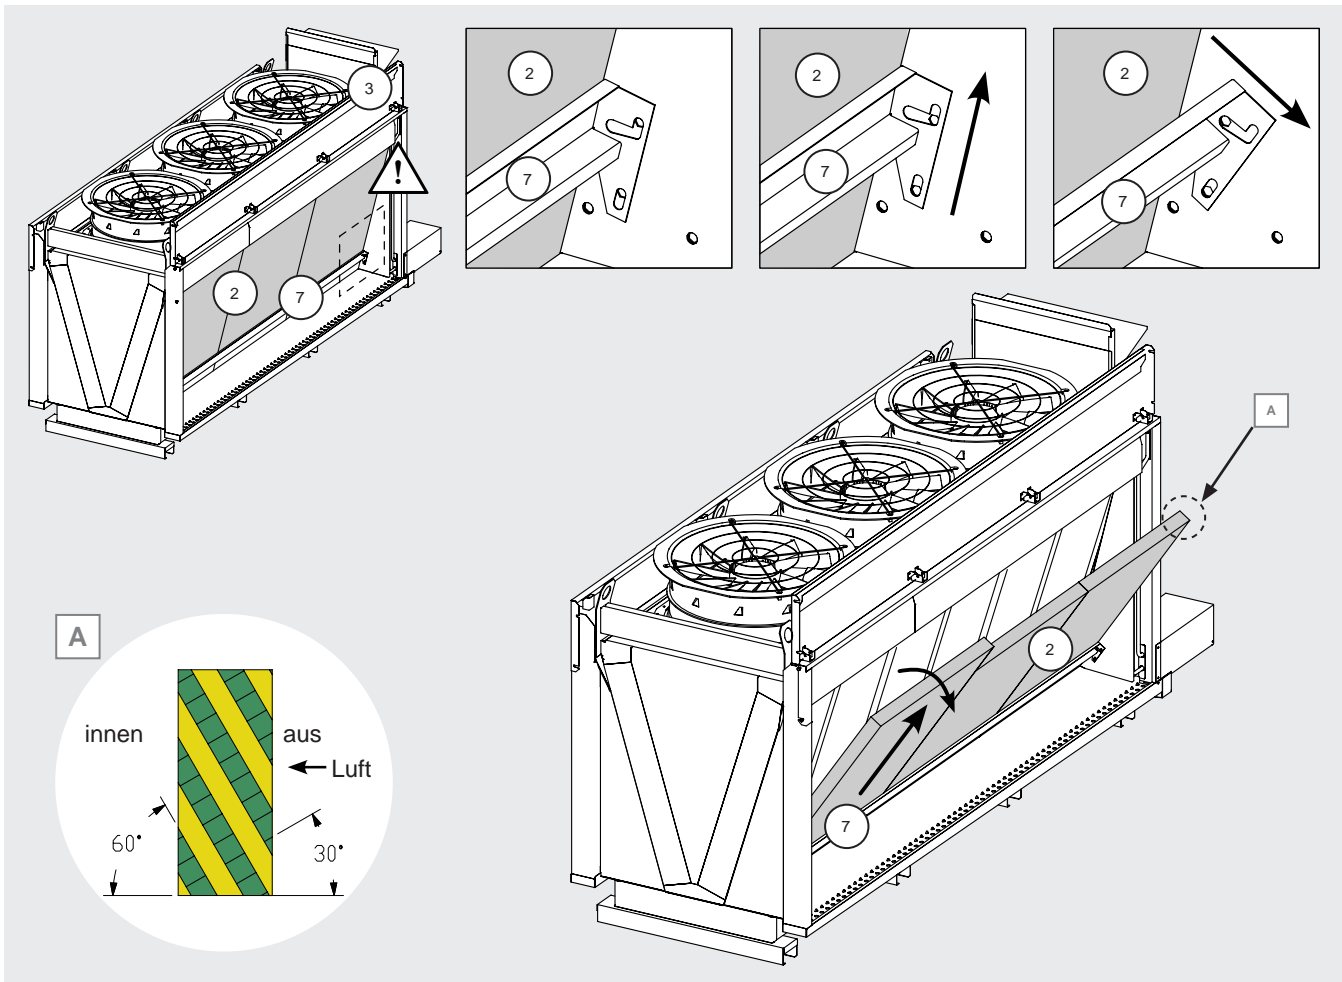

Abbildung 25
- 12.11.23 Ziehen Sie die Querstange (7) nach oben und dann nach außen, so dass sie sich dreht. Achtung: Dadurch wird die Kartonpaneelen (2) gekippt. Siehe Abbildung 25.
- 12.11.26 Achten Sie auf die Einbaurichtung der Paneelen. Siehe Abbildung 25 A.